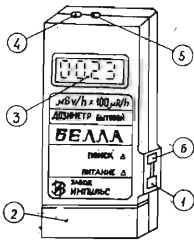

Рис. 1.
3. 6. Расположение и назначение органов управления и индикации прибора на рис. 1.